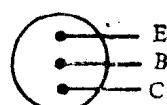

图 7
③三根管脚排成一直线，其中两根管脚紧挨着。中间是基极，紧挨着基极的是发射极，离基极较远的是集电极。此外特殊类型的三极管最好通过测量来判别，如图 7 所示。